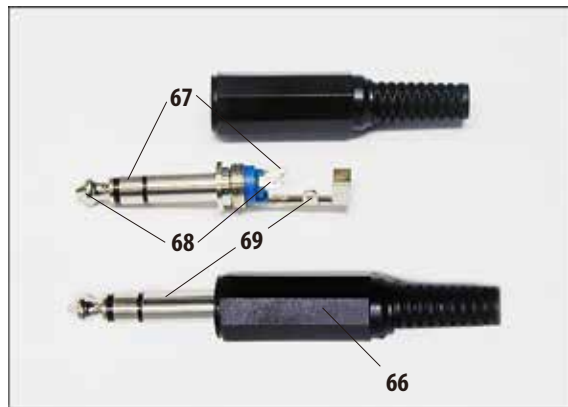

Fig. 63
Ogni allarme viene collegato allo spinotto (66) nel modo seguente (fig. 63):